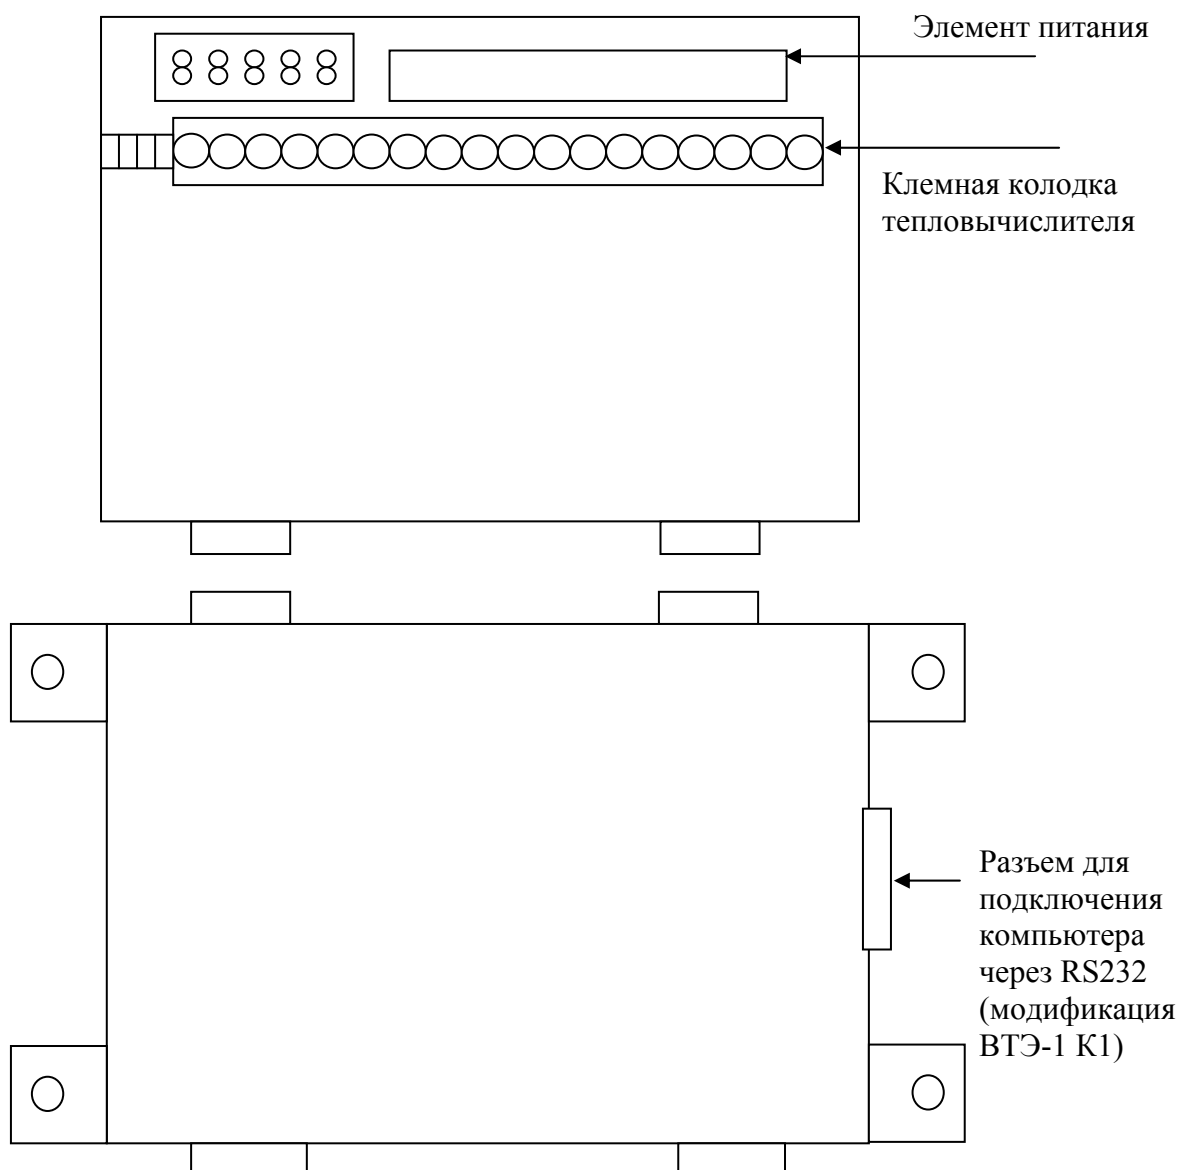

Рис.6. Вид тепловычислителя с откинутой верхней крышкой.
1. Через разъем на боковой стенке тепловычислителя (см. рис.6) - только в модификациях ВТЭ-1 К1. В этом случае тепловычислитель подключается к компьютеру с помощью специального оптоволоконного кабеля КВТЭ-1, который поставляется по отдельному заказу.